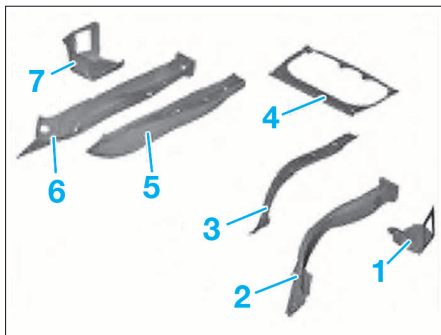
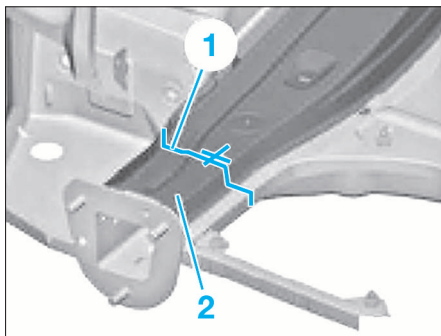

FIG. 37
FIG. 38
- Les pièces neuves de carrosserie suivantes sont nécessaires (Fig.37) :
- (1) plancher du coffre côté gauche
- (2) longeron gauche
- (3) longeron supérieure gauche
- (4) cadre du fond de coffre à bagages
- (5) longeron supérieure droit
- (6) longeron droit
- (7) plancher du coffre côté droit.
- De chaque côté, tracer la ligne de coupe (1) au bord de l'orifice Ø20 mm puis effectuer la découpe du bout de longeron (2) (Fig.38).